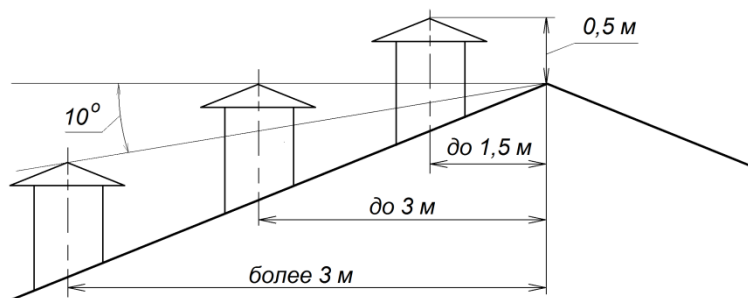

Рисунок 4. Варианты расположения дымовой трубы на крыше.
- д) выступающая над коньком крыши часть трубы должна быть (см. рис.4):